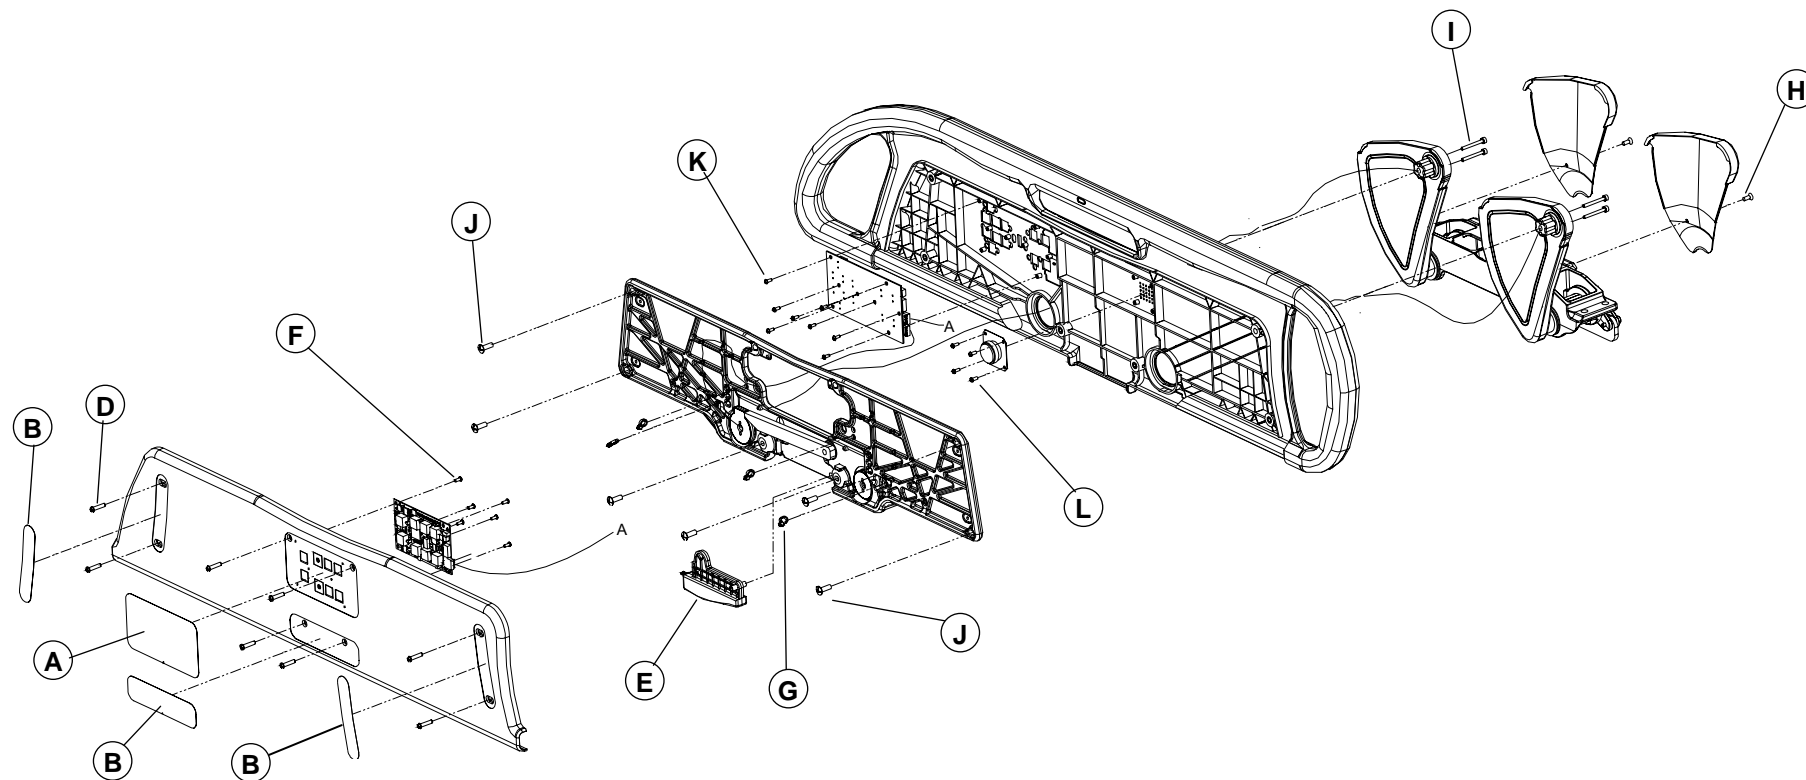

Figure 4.1C
À moins d'indication contraire, référez-vous à la figure 4.1C ci-dessus pour l'illustration des points de référence de cette procédure.
À moins d'indication contraire, référez-vous à la figure 4.1C de la page 22 pour l'illustration des points de référence de cette procédure.
3. À l'aide d'un tournevis Phillips no 2, retirez les quatre vis (L, fig. 4.1C, page 22) retenant le micro/haut-parleur au côté de lit et retirez le micro/haut-parleur.